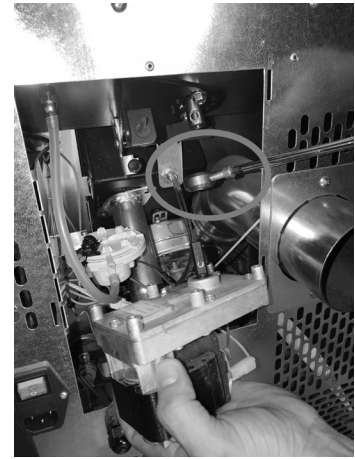

Fig. 84 - Retrait du motoréducteur
- Retirer le motoréducteur en dévissant la vis qui le bloque (voir **Fig. 84**).